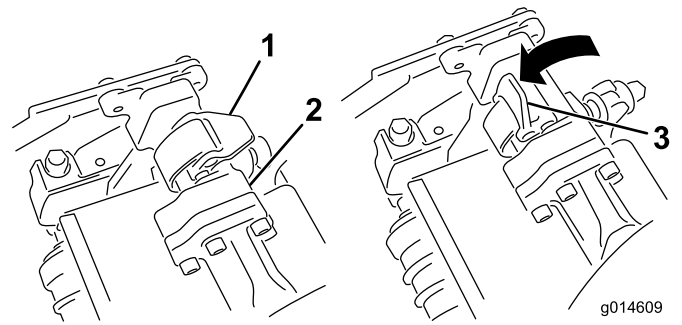

Figura 36
4. Con i fermi del braccio di sospensione rivolti verso l'alto (cioè aperti) (Figura 36), premete il braccio di sospensione verso il basso in modo che la barra si inserisca nella barra della parte superiore dell'apparato di taglio (Figura 37).
5. Chiudete i fermi spostandoli verso il basso e attorno alla barra dell'apparato di taglio, quindi bloccateli in posizione (Figura 36).
5. Aprite i fermi sulla barra del braccio di sospensione dell'apparato di taglio che state rimuovendo (Figura 36).